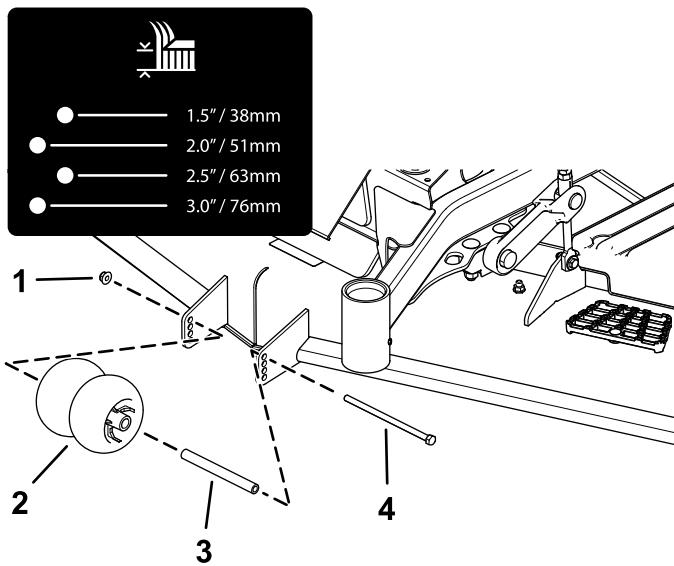
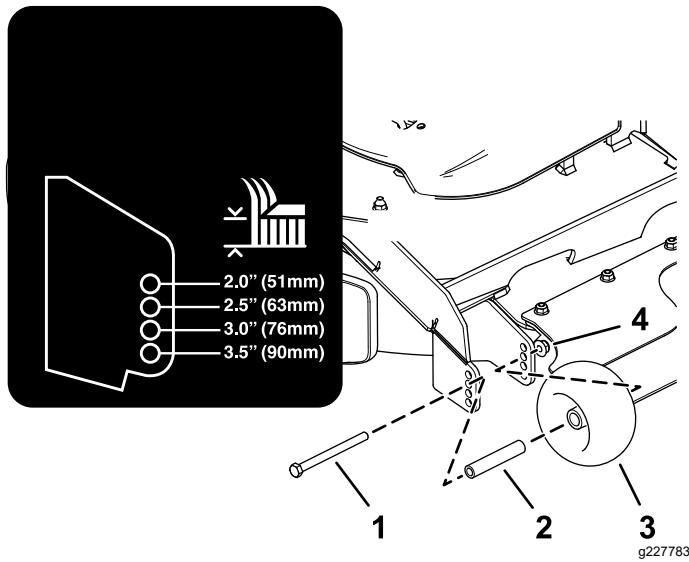

Рисунок 26
Рисунок 27
4. Отрегулируйте защитные валики, как показано на Рисунок 26 и Рисунок 27.